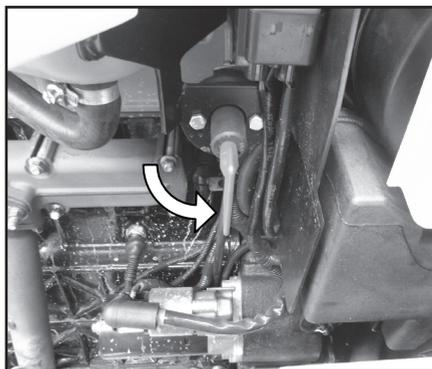

Fig. 5.14
- Ruotandolo in senso antiorario di 1/4 di giro assume la posizione "OFF": impianto elettrico non alimentato (Fig. 5.14);